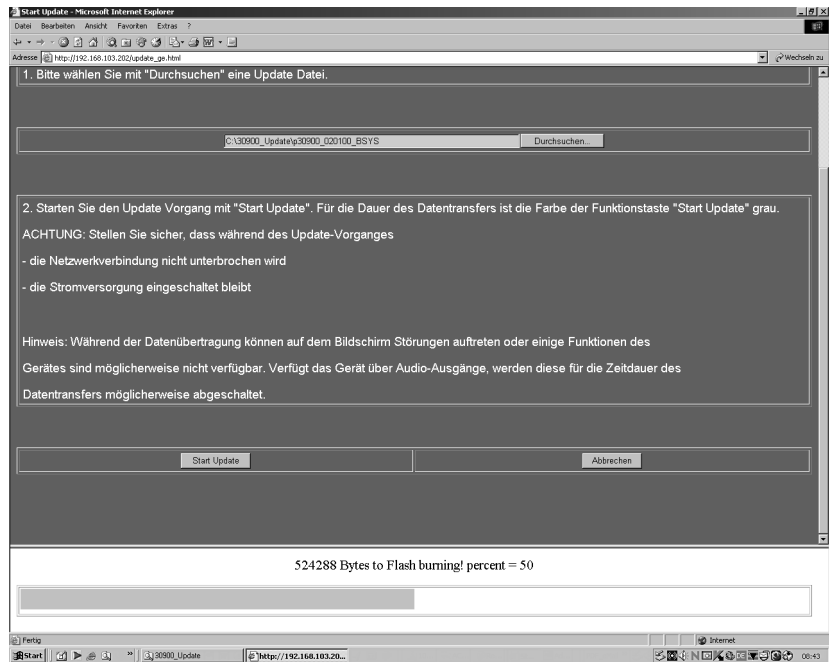

Bild 5-15: Fortschritt des Daten-Transfers der gewählten Update-Datei
7. Ein Balkendiagramm im unteren Seitenbereich zeigt den Fortschritt des Datentransfers an (siehe Bild 5-15).